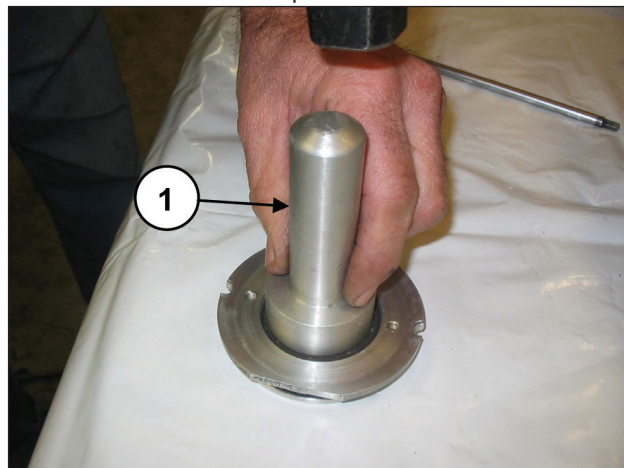

Fig. 139
Montare il paraolio nel coperchio paraolio (pos. ①, Fig. 139) mediante l'utilizzo di un tampone cod. 27910900.